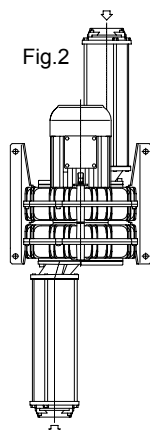
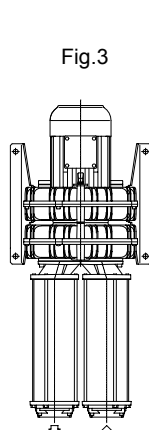
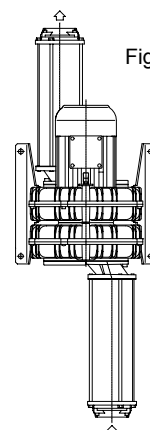

Fig.2
Fig.3
Fig.4
1. Individuare la disposizione che interessa; fig.2, fig.3, fig.4.
Fig.2 con collettore 90°
Fig.3 con 2 collettori 90°
Fig.4 con collettore 90°